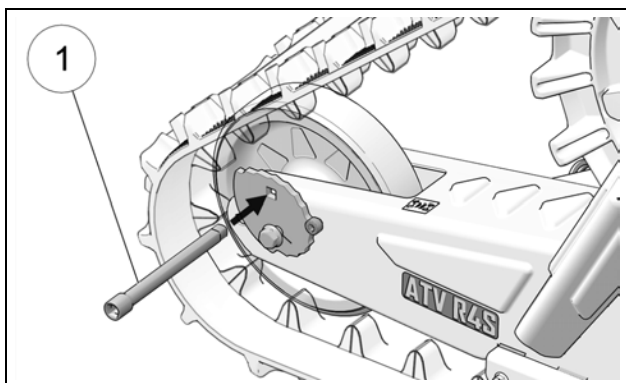

Figure 26
- Insérer une rallonge de clé à cliquet à prise 3/8" (1) au trou carré de la came tendeur. Figure 26.